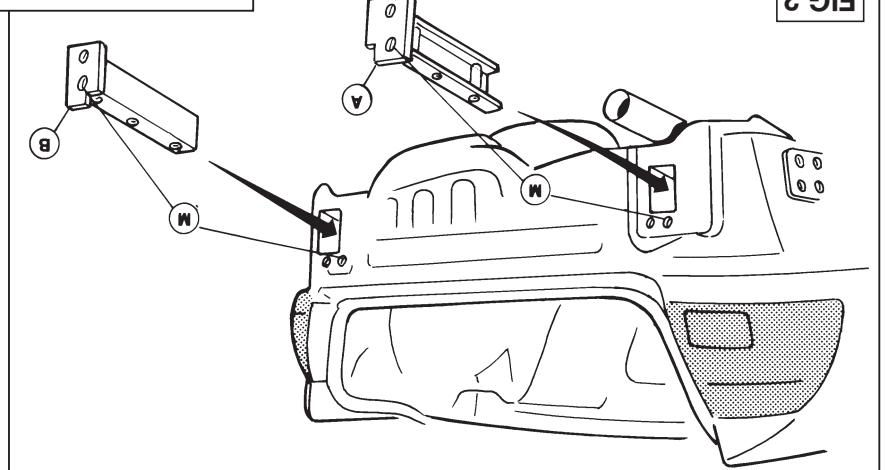

FIG.2
2. Schuif de steunen A en B overeenkomstig fig.2 in het linker en rechter chassis. Plaats de contra's C met de gaten E en F op de in de bodemvloer corresponderende gaten. Bevestig t.p.v. de punten E twee bouten M10x110 inclusief de in fig.1 aangeven steuntjes en sluitringen handvast. Bevestig t.p.v. de punten F twee bouten M10x30 inclusief sluitringen handvast. Bevestig t.p.v. punt G één bout M10x110 inclusief dubbele contra's en moer handvast. Bevestig t.p.v. punt H één bout M10x110 inclusief contra (op bodemvloer) handvast. Bij de Quattro modellen bevindt zich links geen draadgat en dient men dubbele contra's inclusief moer (handvast) te plaatsen.
2. Slide brackets A and B in the left and right chassis, as shown in fig. 2. Place back plates C such that holes E and F are over the corresponding holes in the vehicle floor. Fit two M10x110 bolts with the rectangular brackets shown in fig.1 and flat washers at points E, finger-tight. Fit two M10x30 bolts with flat washers at points F, finger-tight. Fit one M10x110 bolt with double back plates and nut at point G, finger-tight. Fit one M10x110 bolt with back plate (on vehicle floor) at point H, finger-tight. On the Quattro models, there is no threaded hole on the left, and consequently two back plates with nut should be fitted (finger-tight).
2. Die Halterungen A und B gemäß Fig. 2 in das linke und rechte Fach-
2. Encajar los soportes A y B en el chasis izquierdo y derecho de acuerdo con la fig. 2. Colocar las contratuerzas C con los orificios E y F sobre los orificios correspondientes en el suelo. Fijar a la altura de los puntos E dos tornillos M10x110 inclusive los soportes y arandelas planas indicados en la fig. 1 sin apretar del todo.